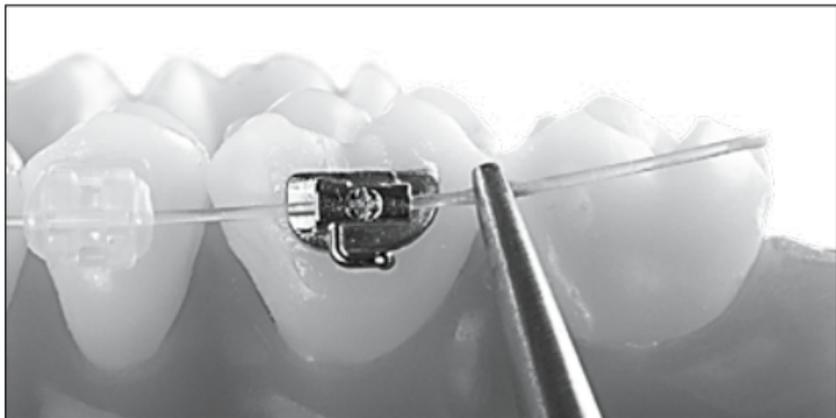

Fig. 2: tirare l'estremità distale dell'arco.
- Tirare l'estremità distale dell'arco traslucido pearl nel tubo molare (Fig. 2).